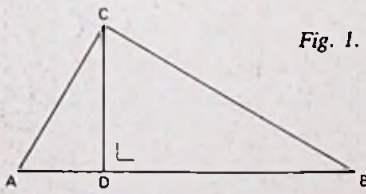

Fig. 1.
1. Van de driehoek ABC (zie fig. 1) is $\angle C$ recht, $BC = 12$ cm. $\sin(\angle A) = 3/5$. Bepaal de lengte van de hoogtelijn CD.